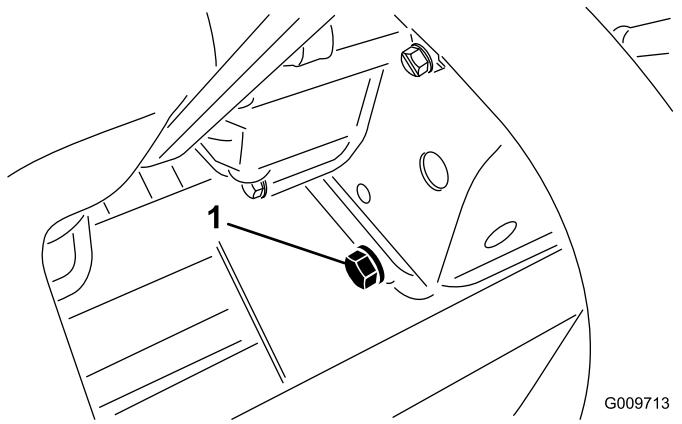

Figure 36
- Enlevez le bouchon de vidange arrière (Figure 36) et laissez l'huile s'écouler dans un bac de